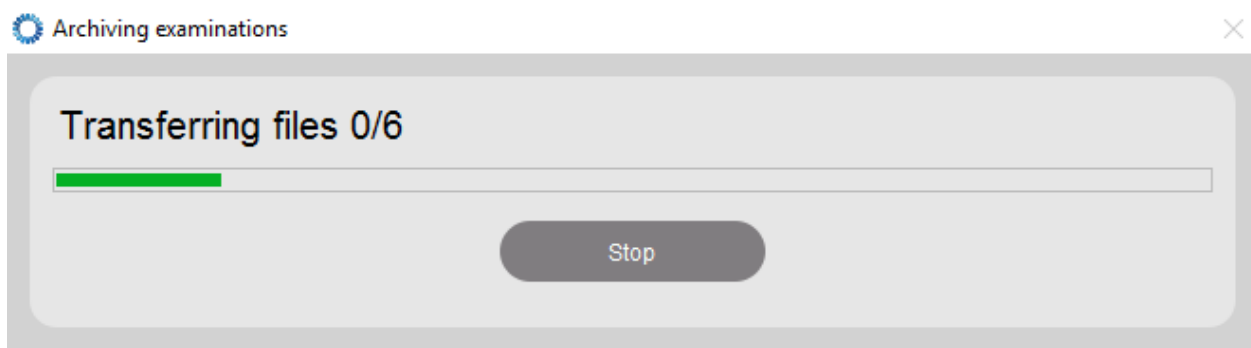

Рис. 168. Отображение хода архивирования.
4. Возникнет окно Create Archive (Создать архив) (рис. 168).